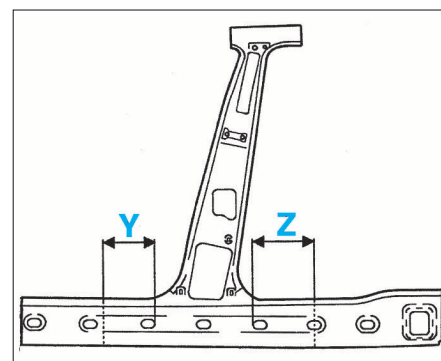

FIG. 62
- Percer à 6,5 mm la partie inférieure de renfort pour le soudage ultérieur par bouchonnage (Fig.62).